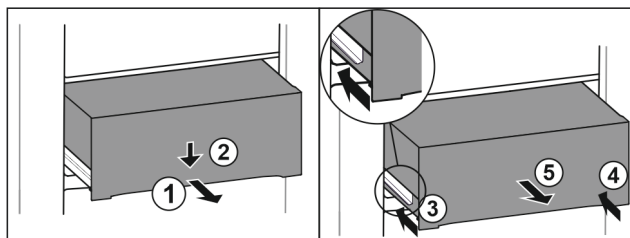

Fig. 101
- Tirer le tiroir jusqu'à mi-chemin. Fig. 101 (1)
- Appuyer sur l'avant du tiroir vers le bas. Fig. 101 (2)
- Insérer le rail gauche d'env. 2 cm. Fig. 101 (3)
- Insérer le rail droit d'env. 2 cm. Fig. 101 (4)
- Retirer le tiroir par l'avant. Fig. 101 (5)